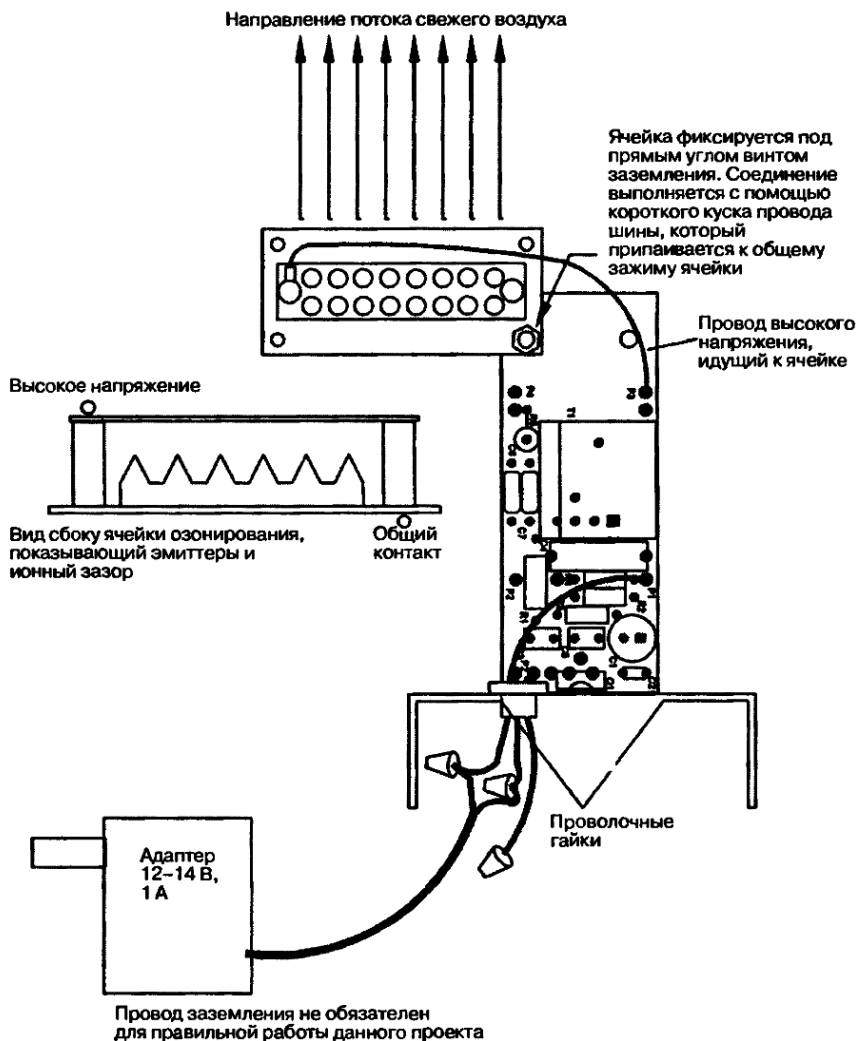

Рис. 16.7. Дезодорирующее устройство
- **Эффективное дезодорирующее устройство.** Оно действительно вырабатывает свежий воздух (рис. 16.7).